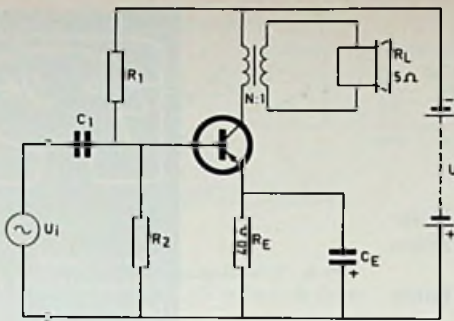

FIG. 13
④ Een uitgangstransistor in een LF-versterker is geschaakeld volgens fig. 13.
worden verkregen uit het signaal $S=L-R$ en worden met positieve en negatieve fase in afzonderlijke luidsprekers uitgestraald. Deze luidsprekers staan links en rechts achter de luisteraar, dwars op de as van de normale luidsprekers gericht (fig. 13).